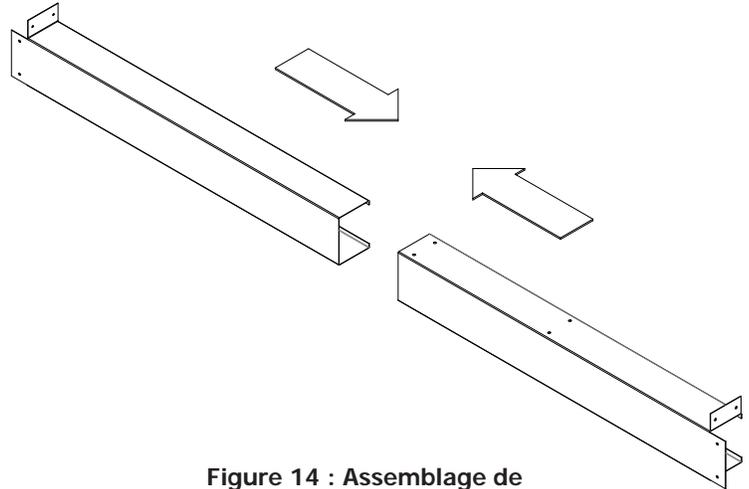

Figure 14 : Assemblage de montants en acier
1. Prenez les deux pièces de goujon en acier et glissez-les l'une dans l'autre. Les brides de chaque pièce doivent se trouver à l'extrémité de l'assemblage et être orientées vers le haut, comme illustré à la figure 14.